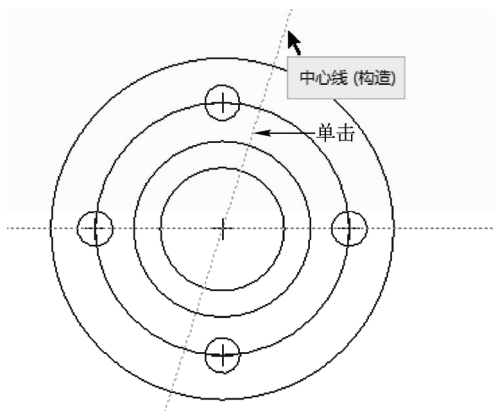

图 4-59 单击鼠标左键
STEP 03 在绘图区中的水平中心线上单击鼠标左键，然后在倾斜的中心线上，单击鼠标左键，如图 4-59 所示。